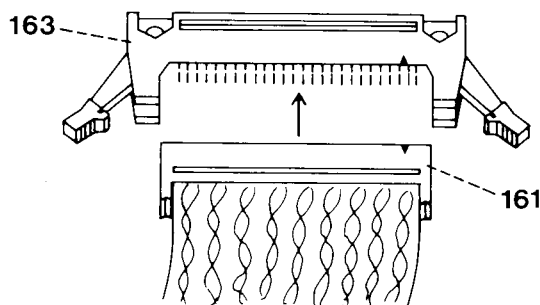

Fig. 58
- Den Kurzschlußstecker 163 auf den Breitbandstecker 161 stecken (siehe Abb. 58).
- Push shorting plug 163 onto extra-wide plug 161 (Fig. 58)
- Raccorder le connecteur de court-circuitage 163 sur la fiche 161 du câble plat (fig. 58).